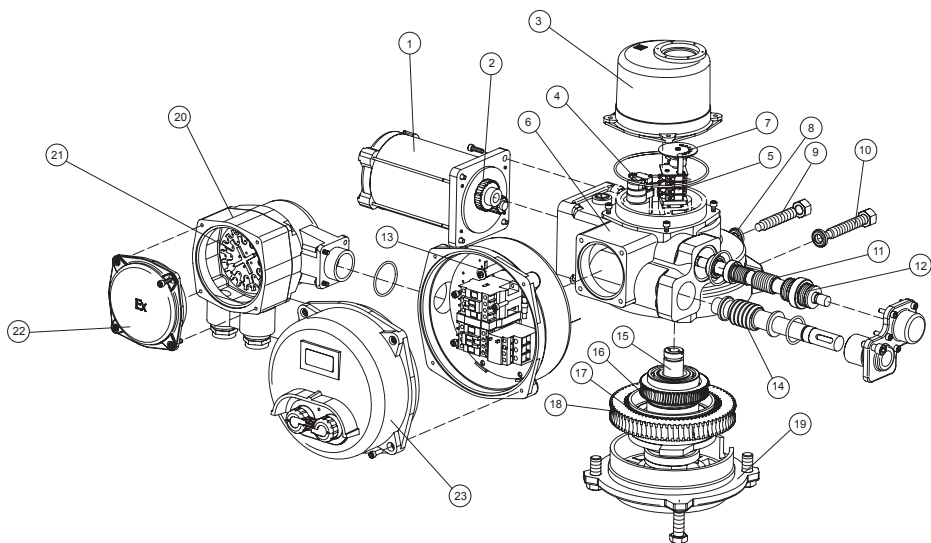
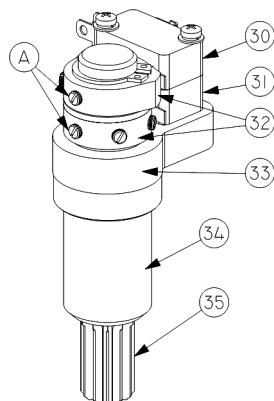

Рис.1 Электропривод ГЗ-ОФВ КС
Рис.3 Двухсторонняя муфта ограничения крутящего момента
Электропривод состоит из следующих узлов и деталей (рис. 1): электродвигателя (1), взрывозащищенной клеммной коробки (20-22), силового редуктора, в состав которого входит: червячный редуктор (11,16), червячный редуктор маховика ручного дублера (14, 18) и автоматическая муфта сцепления с планетарной передачей (17), двухсторонней муфты ограничения крутящего момента (моментной муфты) (4), ограничителя хода выходного вала (5), индикатора положения затвора арматуры (7), выходного вала (15), механических упоров открытия и закрытия (9,10) и корпусных деталей.
При достижении предварительно установленной величины крутящего момента в положении ЗАКРЫТО или ОТКРЫТО, либо в случае аварийного заклинивания штока затвора арматуры в промежуточном положении, выходной вал (15) (рис.1) с червячным колесом (16) останавливается, а червячный вал (11), ввинчиваясь в венец червячного колеса (16), вследствие продолжающегося вращения ротора электродвигателя, начинает перемещаться в осевом направлении, сжимая тарельчатые пружины (12). Величина сжатия тарельчатых пружин определена настроенным крутящим моментом моментной муфты. Поступательное движение червячного вала (11) приводит к вращению вала моментной муфты (34) (рис.3). Кулачки (32), расположенные на валу моментной муфты, нажимают кнопки муфтовых микровыключателей (30, 31), размыкая цепь управления питанием электродвигателя электропривода.
Механические упоры (9,10) (рис. 1) применяются для первоначальной настройки конечных положений затвора арматуры ОТКРЫТО и ЗАКРЫТО при ручном управлении. Они также являются аварийной защитой, в случае отказа конечных и муфтовых микровыключателей, электродвигатель отключится блоком тепловой защиты БТ (рис. 4).
### 4.3 Настройка двухсторонней муфты ограничения крутящего момента (моментной муфты) (рис.3)
3. Для направлений открытия или закрытия: ослабить винты (А) (рис. 3) и повернуть кулачок (32), соответствующий нужному микровыключателю. Для муфтового микровыключателя открытия (30): поворот кулачка по часовой стрелке - соответствует увеличению усилия, а для муфтового микровыключателя закрытия (31) увеличение усилия соответствует повороту кулачка против часовой стрелки;
5. Установить крышку (3), соблюдая необходимые требования по монтажу элементов, обеспечивающих взрывозащищенность оболочки;